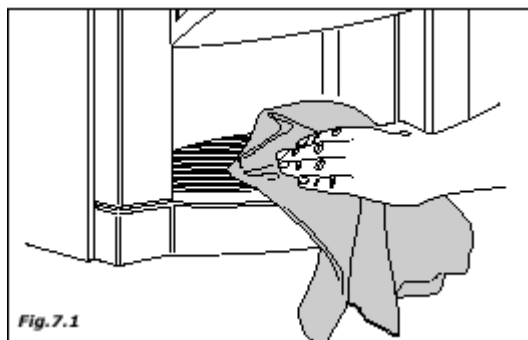

Fig.7.1
- очистите все видимые элементы зоны раздачи (рис. 7.1 и 7.2).